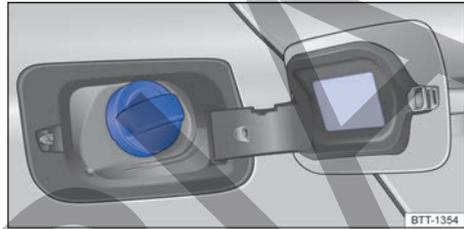

Fig. 180 Tapa del depósito de combustible abierta con el tapón enganchado en ella.
- Desenrosque el tapón del depósito en el sentido contrario al de las agujas del reloj y engánchelo en la parte superior de la tapa → fig. 180.
El tipo de combustible que utiliza el vehículo figura en el adhesivo situado en la cara interior de la tapa del depósito de combustible → fig. 180. ▶